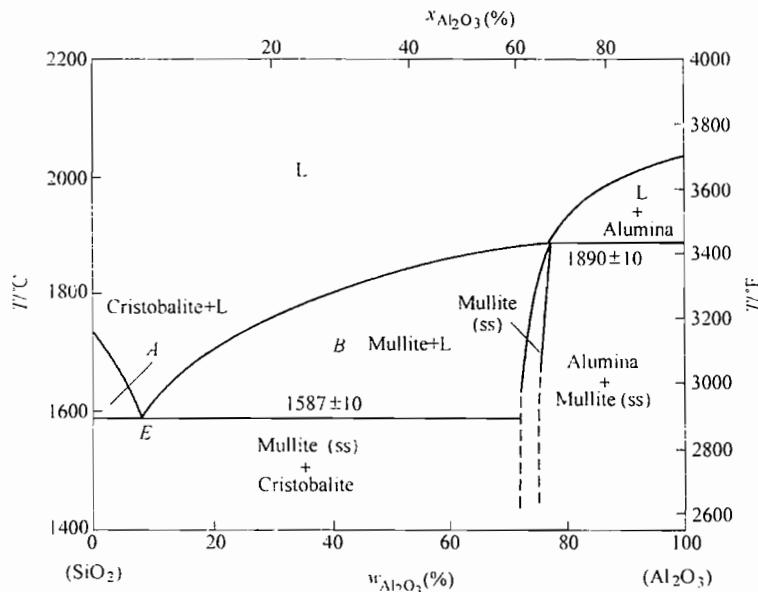

图 9-3 第八题解答图
1. 如图 9-3 所示: A—一方石英和液相; B—莫来石和液相。